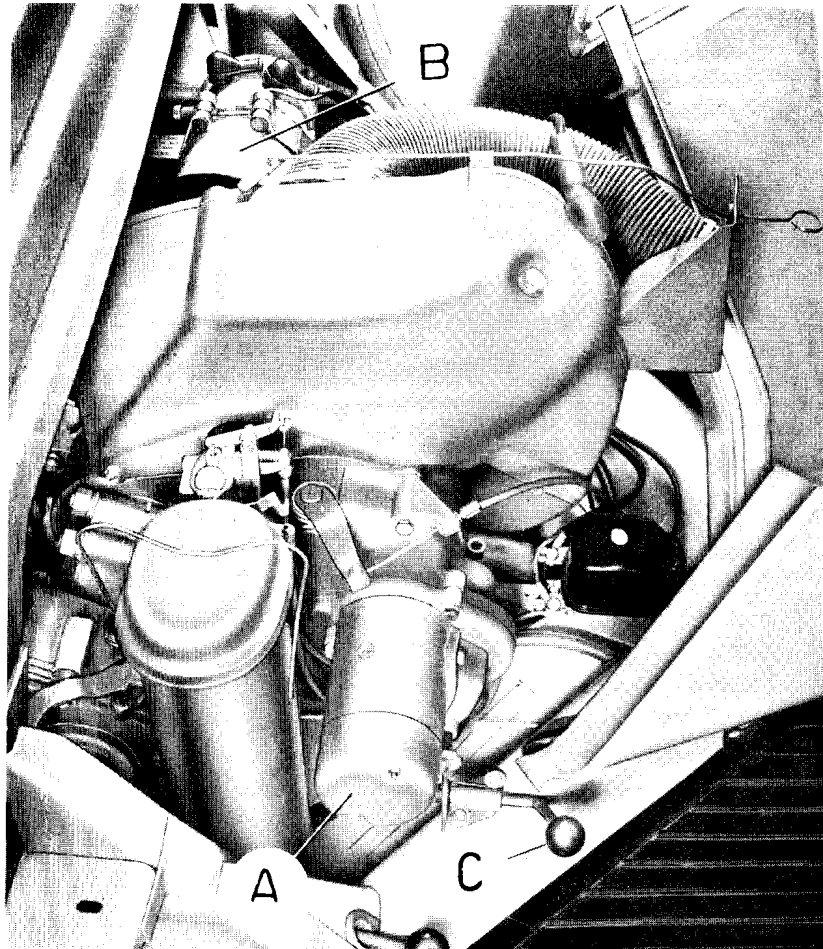

Fig. 28 - Applicazione dispositivo elettrico d'avviamento
**Dispositivo elettrico d'avviamento** (fig. 28): può essere installato uno speciale gruppo di avviamento elettrico comprendente: una dinamo da 90 W, azionata da puleggia con cinghia, per l'alimentazione della batteria e di tutti i servizi elettrici del veicolo; un regolatore di tensione; il motore elettrico di avviamento; una batteria di maggiore capacità, 23 Ah; la presa di movimento in corrispondenza della frizione; un nuovo commutatore a chiave; una spia di carica dinamo sul cruscotto da 6 V - 3 W, ecc..